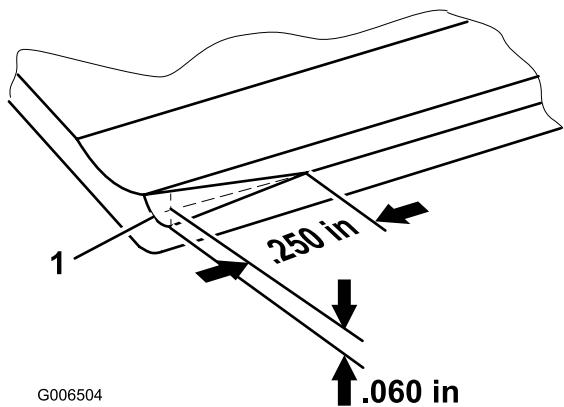

Bild 21
**Hinweis:** Nach gewisser Zeit muss die Abschrägung (Bild 21) nach geschliffen werden, da sie nur für 40 % der Nutzungsdauer des Untermessers hält.